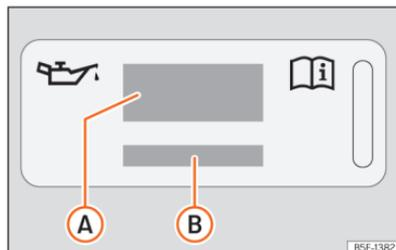

Fig. 210 No compartimento do motor: etiqueta de óleo do motor
Legenda da >>> Fig. 210:
Se tiver de adicionar óleo do motor, utilize um dos óleos indicados na etiqueta >>> Fig. 210. A etiqueta com a norma prescrita encontra-se na parte da frente do compartimento do motor
- Se faltar a etiqueta com a especificação do óleo do motor »» **Fig. 210**, contacte uma oficina especializada.